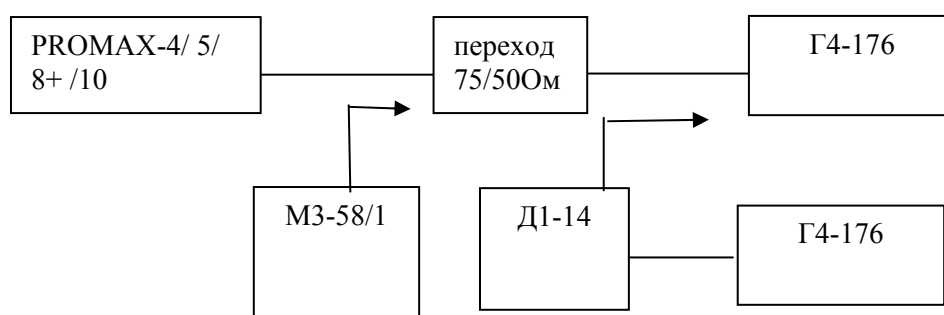

Рис.1.
6.4.3 Определение погрешности измерения уровня входного напряжения синусоидального сигнала проводят по схеме рис.1 на крайних и средней частоте прибора.